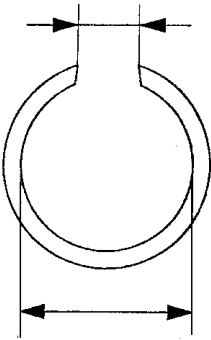

图 5-126 卡环内径和端隙
13) 如图 5-126 所示，确认卡环的内径为 134.5mm 或更大，而且卡环的端隙为 18mm 或以上。